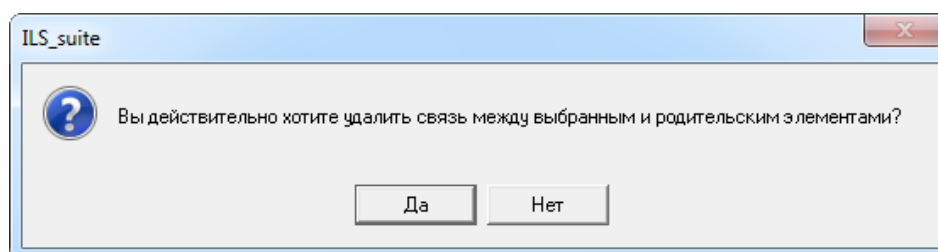

Рис. 25-27 – Диалоговое окно при удалении связи миссии или коррекции с экземпляром ФИ
4) В открывшемся диалоговом окне нажать «Да» для подтверждения действия (рис. 25-27).